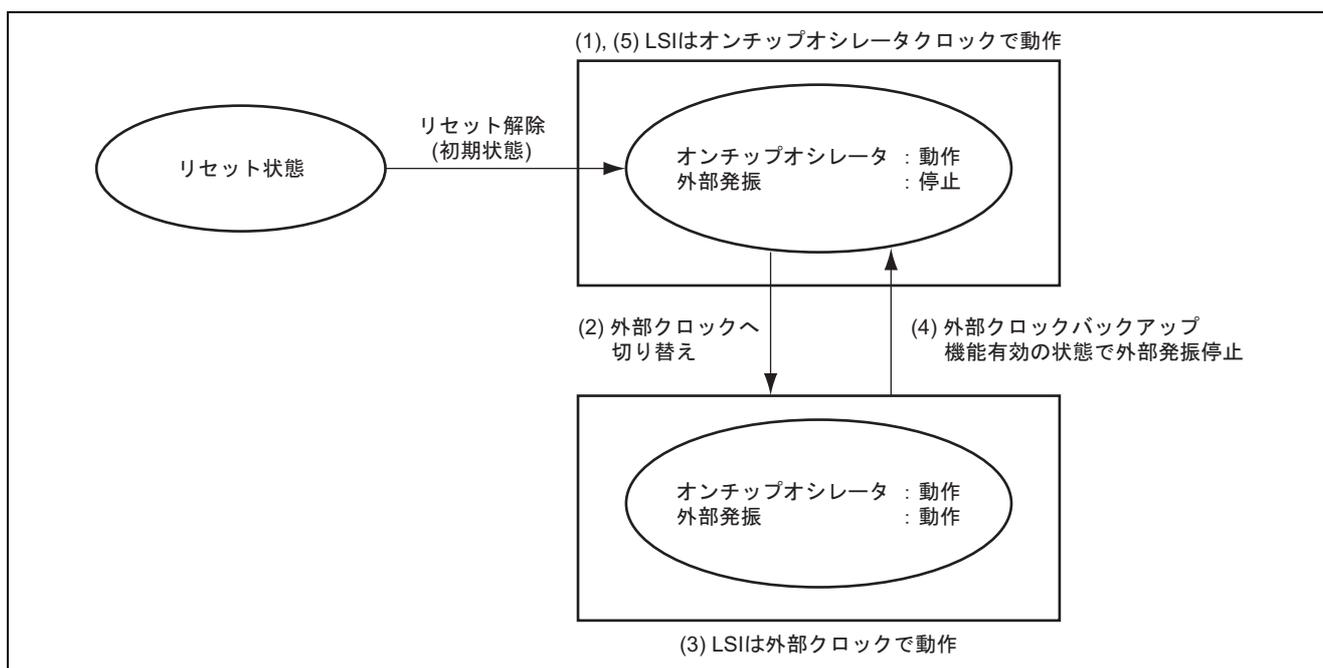

図 1 LSI のシステムクロック状態遷移図
- 図 1 に LSI のシステムクロック状態遷移図を示します。
- (1) 動作確認のため、初期設定で PCR2 レジスタの PCR20 ビットに 1 をセットします。P20 端子を出力ポートに設定します。
- (2) オンチップオシレータクロック動作を外部クロックの動作に切り替えます。
- (3) 動作確認のため、PDR2 レジスタの P20 ビットを 0 にセットします。
- (4) 外部発振を停止し、外部クロックバックアップ機能により、オンチップオシレータクロック動作に切り替えます。
- (5) 動作確認のため、PDR2 レジスタの P20 ビットを 1 にセットします。